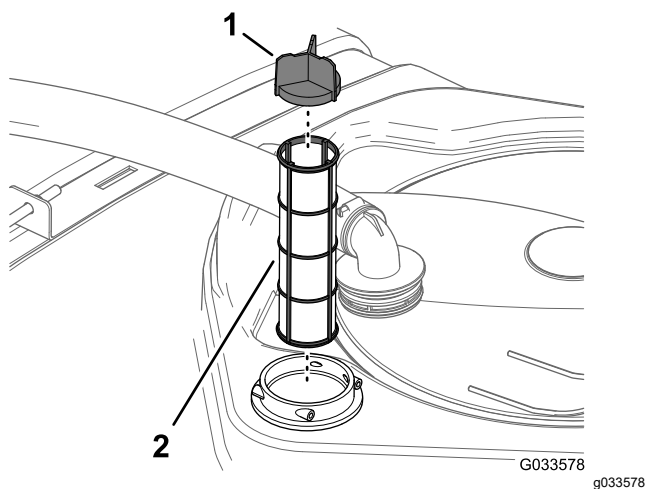

**Figura 58**
2. Na parte superior do depósito do pulverizador, retire a fixação que prende a união da mangueira unida à tubagem grande da estrutura do filtro (Figura 58).
3. Retire a tubagem e a união da tubagem da estrutura do filtro (Figura 58).